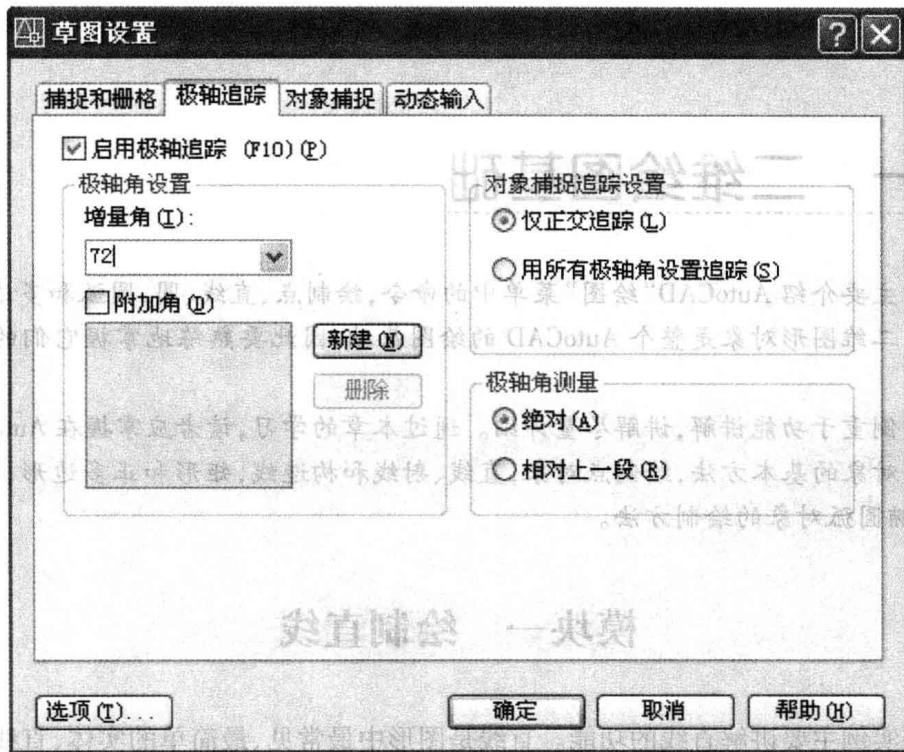

图 1-1-1
- 2) 打开“草图设置”对话框,单击“极轴追踪”选项卡,如图 1-1-1 所示。